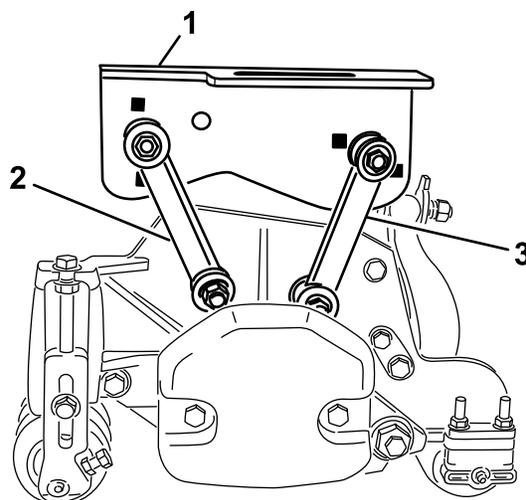

図 17
- 前取り付けリンクを中央のキャリアフレームに固定する ボルト3/8 x 2-1/4 インチ1本、平ワッシャ2枚、ロックナット1個を使用して 図 17 のように取り付ける。取り付ける時にリンクの両側にワッシャを入れる。42 N.m/4.3 kg.m = 31 ft-lb にトルク締めする。
- 後取り付けリンクを中央のキャリアフレームに固定する ボルト3/8 x 2-1/4 インチ1本、平ワッシャ2枚、ロックナット1個を使用して 図 17 のように取り付ける。取り付ける時にリンクの両側にワッシャを入れる。42 N.m/4.3 kg.m = 31 ft-lb にトルク締めする。